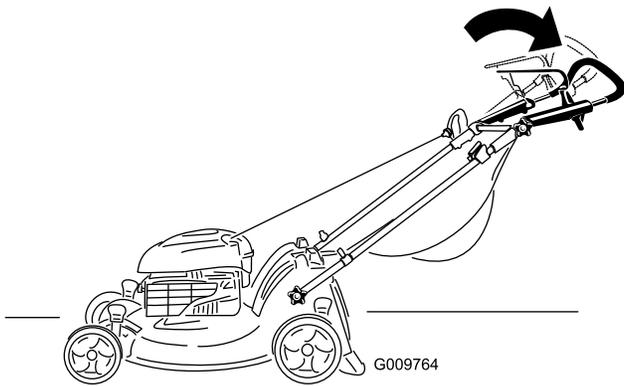

Bild 18
2. Positionieren Sie den oberen Bügel nach Wunsch (Bild 18).